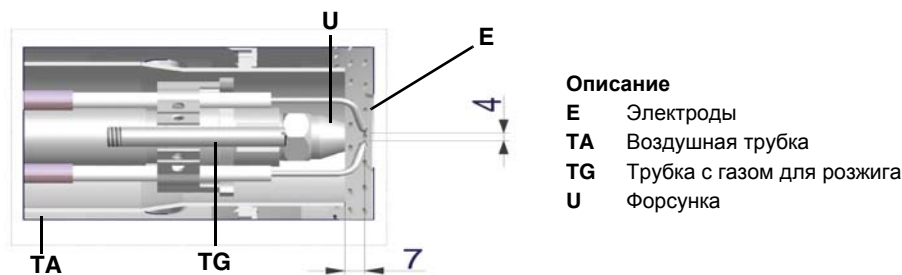

Рис. 35
- Проверьте запальный электроды, очистите, отрегулируйте и, при необходимости, замените (см. Рис. 35).
ВНИМАНИЕ: для того, чтобы отрегулировать положение форсунки относительно воздушной трубки (Рис. 35), воздействовать на винт VU, после закрепления винта VL (Рис.)
Отрегулировать положение электродов и форсунки, соблюдая размеры, указанные на Рис. 35.